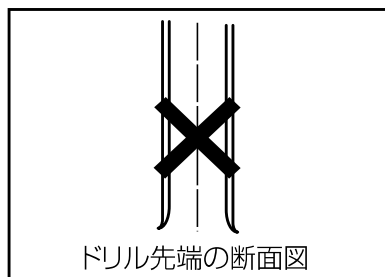

図45
- 4.図45のように反りが出るようでは、力の入れすぎです。反りが無くなるまで再度、研磨してください。 図45 参照